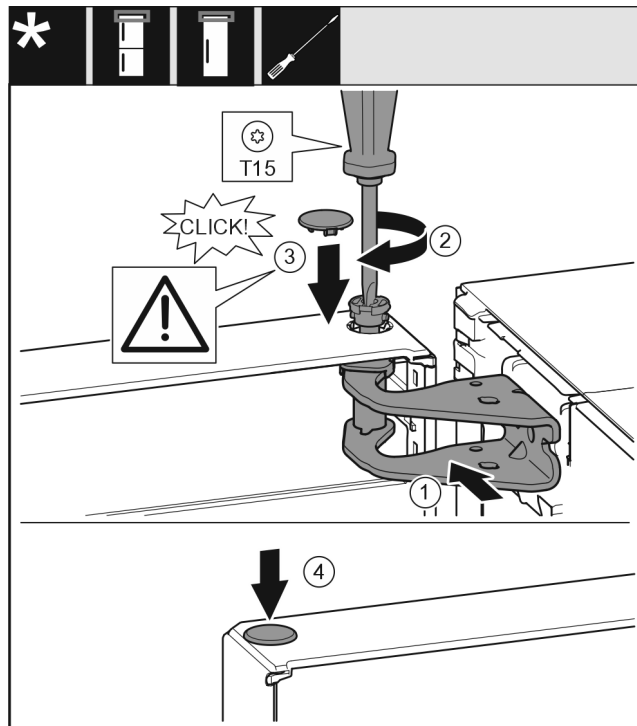

Fig. 24
- Dveře nahoře vyrovnejte s otvorem ve stojanu ložiska Fig. 24 (1).
- Vložte čep Fig. 24 (2) a pevně jej utáhněte šroubovákem.
- Nasadte kryt Fig. 24 (3).
- Zkontrolujte, zda kryt Fig. 24 (3) doléhá na dveře.
- Nasadte kryt Fig. 24 (4).